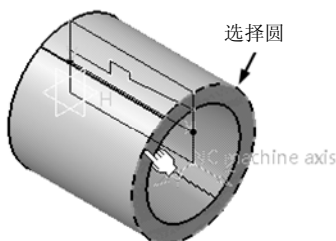

图 6-99 选择圆作为孔位置
- 定义孔。单击对话框中孔侧壁感应区，系统弹出“Pattern Selection”对话框，在图形区选择如图 6-99 所示的圆作为孔位置，单击“确定”按钮返回。